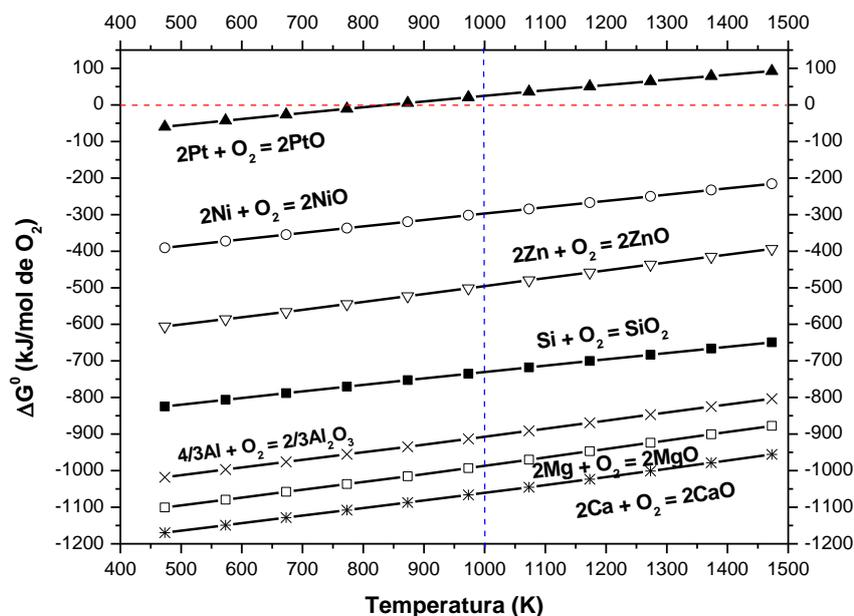

Figura 1. Diagrama de Ellingham para diferentes óxidos metálicos.
A Figura 1 mostra o diagrama de Ellingham para a formação de diferentes óxidos metálicos. Uma das grandes vantagens desse tipo de diagrama é a possibilidade de apresentar um grande número de informações de forma bastante reduzida. Primeiramente, gostaria de destacar que todas as reações de formação de óxidos metálicos foram escritas de forma que o elemento metálico está reagindo com 1 mol de oxigênio, como veremos no decorrer do curso, essa forma de representação é de fundamental importância para que seja possível comparar a estabilidade dos diferentes óxidos e metais, em outras palavras, todas as reações estão expressas em unidades de kJ por mol de O2 e, por isso, podemos falar que estamos comparando grandezas com a mesma “unidade” (Observem que todos os diagramas de Ellingham são construídos dessa forma!). É importante destacar também que todos os metais mostrados no diagrama abaixo possuem apenas um estado de oxidação de interesse, isto é, pegando o óxido de níquel como exemplo, vamos assumir por enquanto que esse elemento forma apenas o óxido de níquel (II) – (NiO). Em outras palavras, apesar do elemento níquel poder existir em outros estados de oxidação (ex. Ni2O3) a forma mais comum e de maior interesse metalúrgico é o óxido de níquel (II) e, por isso, apenas essa será mostrada no diagrama. O mesmo pode ser assumido para os outros óxidos metálicos presentes no diagrama. O diagrama de Ellingham para elementos metálicos capazes de formar diferentes óxidos serão estudados mais a frente neste curso.
A Figura 3 mostra os valores de  $\Delta H^0$  para as reações representadas na Figura 1 obtidos através do método gráfico.
O estudante deve observar que para todos os óxidos da Figura 1 (exceção do PtO) a reação de oxidação do metal é espontânea em toda a faixa de temperatura mostrada. No entanto, à medida que a temperatura aumenta o equilíbrio se desloca no sentido de formação de reagentes, isto é, a posição do equilíbrio em maiores temperaturas está mais deslocada para a esquerda do que em menores temperaturas. Em outras palavras, a partir da mistura reacional no estado padrão, sempre ocorrerá formação de óxido (exceção para o PtO em temperaturas maiores que 850K) mas a constante de equilíbrio será cada vez menor!
O que foi discutido até o momento permite concluir que um óxido muito estável estará na parte inferior do diagrama de Ellingham enquanto que um óxido instável estará na parte superior do diagrama de Ellingham. Para os óxidos presentes na Figura 1, pode-se chegar à seguinte ordem de estabilidade CaO (mais estável) > MgO > Al2O3 > SiO2 > ZnO > NiO > PtO (menos estável).
Finalmente, o diagrama de Ellingham para a formação de óxidos pode ser visto como um diagrama de afinidade dos metais pelo oxigênio. Pode-se dizer que óxidos muito estáveis são óxidos daqueles metais que possuem uma grande afinidade ao oxigênio e, por isso, são metais muito reativos. Os óxidos menos estáveis são óxidos de metais que possuem pouca afinidade ao oxigênio e, por isso, são metais pouco reativos (metais nobres). Sendo assim, a partir do digrama da Figura 1 podemos chegar à seguinte ordem de estabilidade (normalmente em sala de aula eu utilizo o termo “nobreza”2) dos metais: Pt (mais estável – metal mais “nobre”) > Ni > Zn > Si > Al > Mg > Ca (menos estável – metal menos “nobre”).